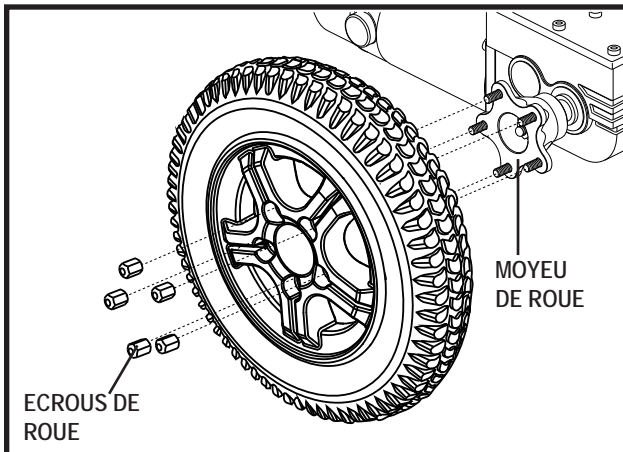

Figure 19. Enlèvement de la roue motrice
4. Retirez les cinq (5) écrous de roue du moyeu. **Voir la figure 19.**